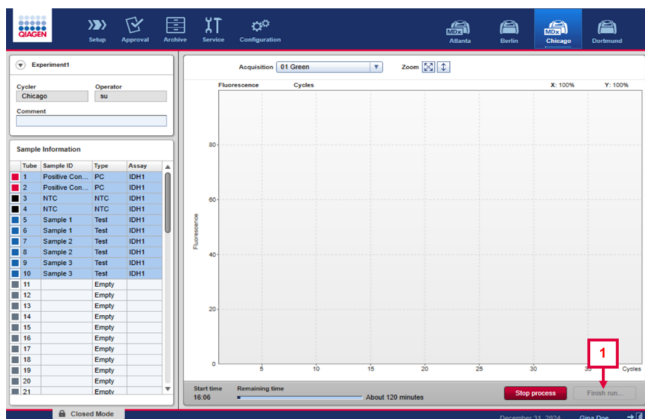

Figura 14. Ejemplo de la ventana «Cycler Environment» (Entorno del termociclador). El recuadro 1 muestra el botón Finish run.
- Al finalizar, haga clic en **Finish run** (Finalizar serie) para liberar y aprobar el análisis (Figura 14, indicado por el recuadro 1).